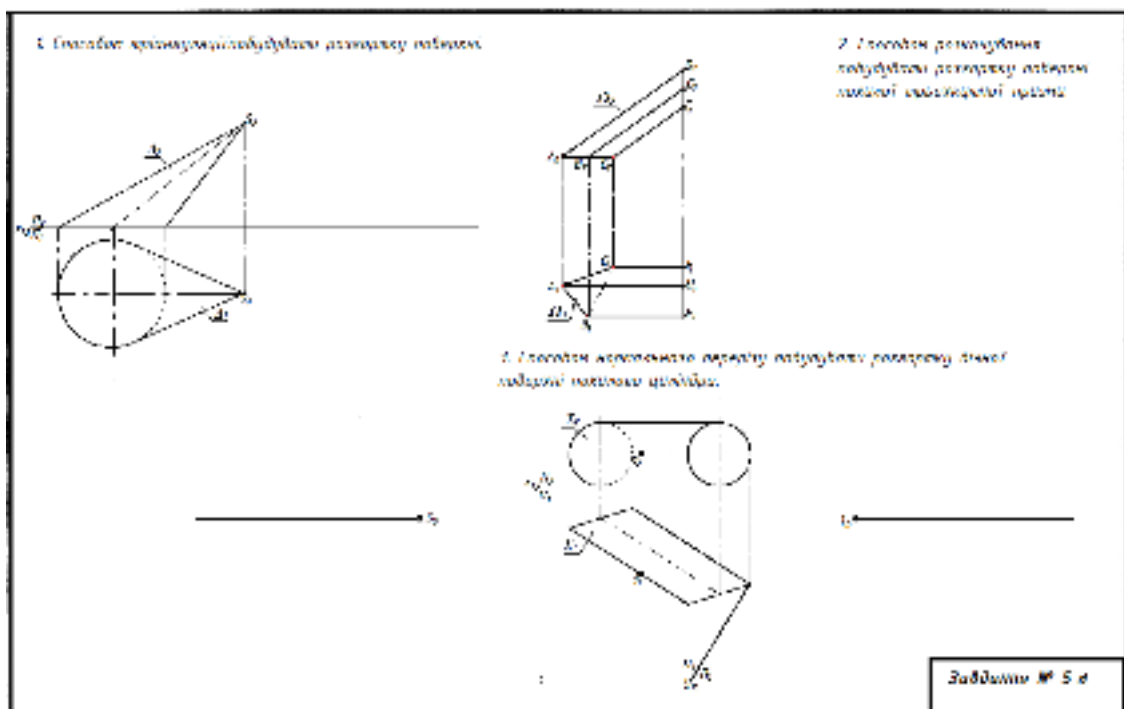

Рис. 15 – завдання № 5 д.
13. Для виконання завдання № 5 д (рис. 15).- треба ознайомитись з теоретичним матеріалом лекції та виконати розгортки конусної, призматичної та циліндричної поверхонь.